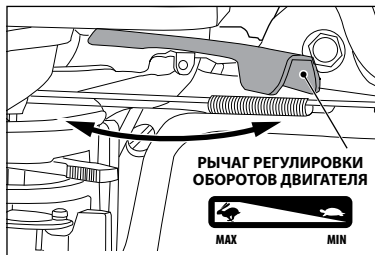

Рис. 14
6. Переведите рычаг регулировки оборотов двигателя на 1/3 хода в сторону положения «MAX» (рис. 14).
3. Выверните свечным шестигранным ключом, входящим в комплект поставки, и осмотрите свечу (рис. 14). Электроды свечи должны иметь светло-коричневый цвет (рис. 16).